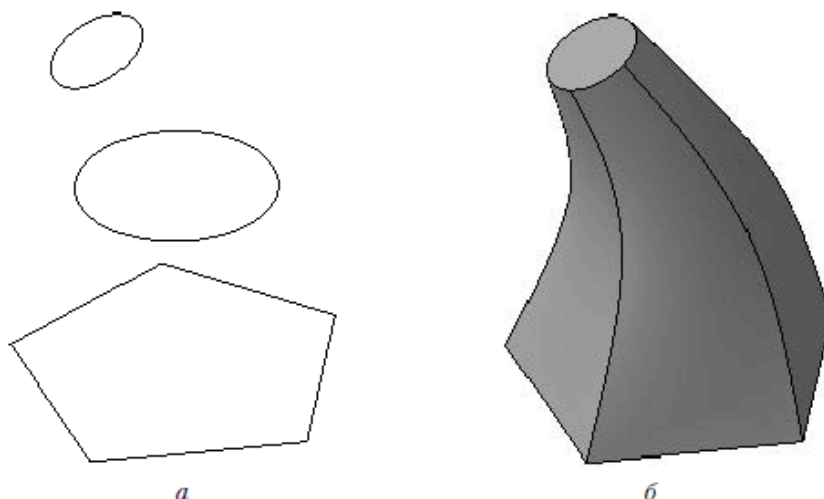

Рис. 3.8. Операция по сечениям: набор эскизов в пространстве (а), сформированный трехмерный элемент (б)
- *Операция по сечениям.* Трехмерный элемент создается по нескольким сечениям-эскизам (рис. 3.8). Эскизов может быть сколько угодно, и они могут быть размещены в произвольно ориентированных плоскостях. Эскизы должны быть замкнутыми контурами или незамкнутыми кривыми. В последнем эскизе может размещаться точка.